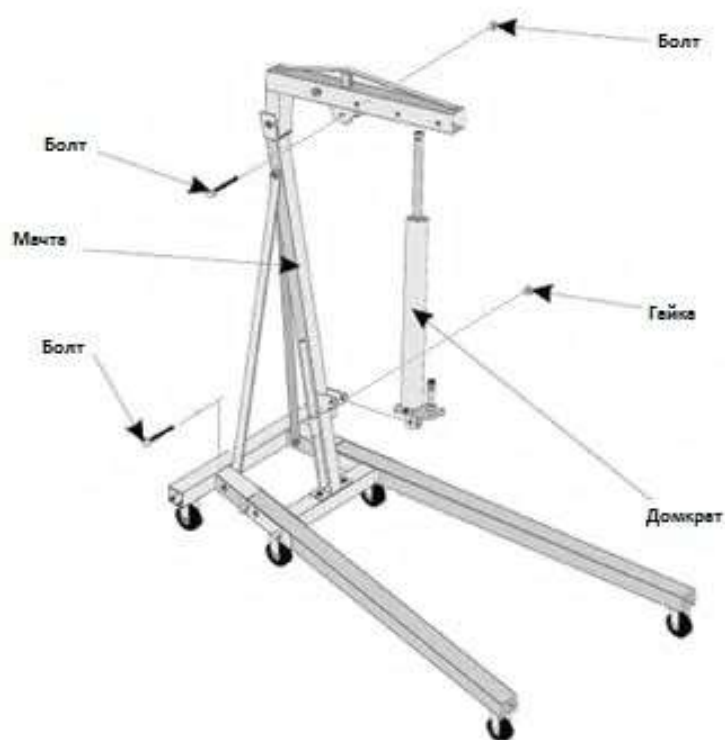

Рис.6
7. Установите нижний конец домкрата на мачту, используя болт и гайку. Закрепите верхнюю часть домкрата на стреле используя болт и гайку. (См. Рис. 6)